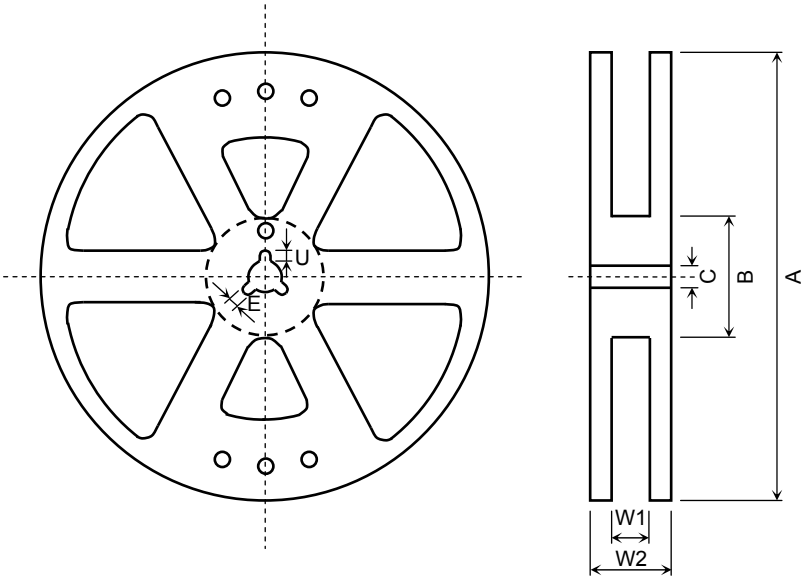

図 3 リール形状
- (1) 材 質: プラスチック
- (2) 寸 法: 図 3 および表 3 に示します。